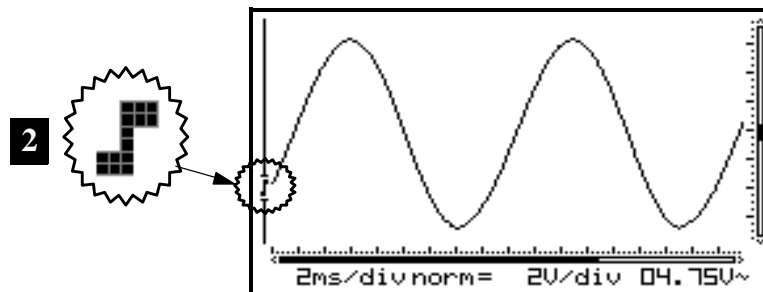

Fig 42
2. **Triggering op de dalende flank v/h signaal:** Het scherm zal pas het signaal tonen als er een negatieve flank 'gezien' wordt, d.w.z. dat het signaal van hoog naar laag moet veranderen om te triggeren. (Fig. 42)